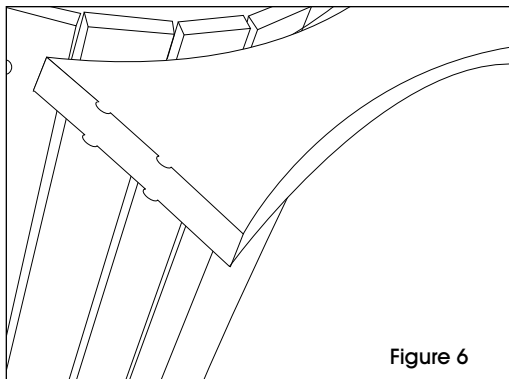

Figure 6
10. Placez la partie courbe du connecteur contre les planchettes sur l'anneau du haut. Le point central du connecteur doit être aligné sur le point central de l'anneau. Les trous de fixation des planchettes doivent être à mi-chemin du connecteur. (Voir Figure 6)